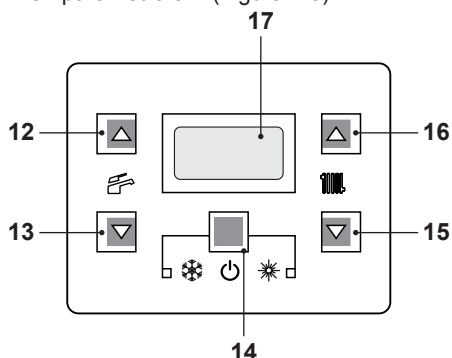
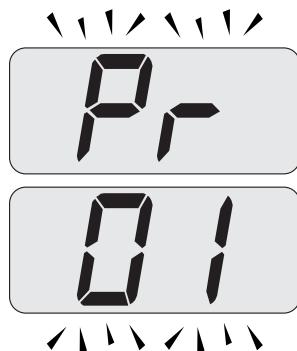
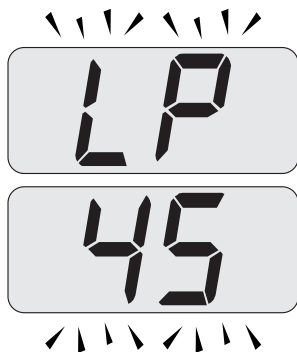

Figura 7.2
Figura 7.3
Figura 7.4
- Entrare in "modalità programmazione" premendo contemporaneamente per 10 secondi i tasti 14 - 15 - 16 (Figura 7.2) fino a far apparire sul display LCD le lettere **Pr** che si alternano con il codice **01**, indicanti l'entrata nel "parametro 01" (Figura 7.3).
- Premere contemporaneamente i tasti 15 e 16 (Figura 7.2) fino a far apparire sul display LCD le lettere **LP** che si alternano con il valore di temperatura dell'acqua di riscaldamento (es. **45**), indicanti l'entrata nell'attivazione della "funzione spazzacamino" alla potenza minima (Figura 7.4).
- Premere il tasto 16 (Figura 7.2) per entrare in modalità "spazzacamino alla potenza minima in riscaldamento". Sul display appare **hP** alternato alla temperatura dello scambiatore primario (Figura 7.5).
• Premere il tasto 15 (Figura 7.2) fino a far apparire sul display LCD le lettere **LP** che si alternano con il valore di temperatura dell'acqua di riscaldamento (es. **60**), indicanti l'entrata nell'attivazione della "funzione spazzacamino" alla potenza minima in sanitario (Figura 7.8).
- Spegnere la caldaia tenendo premuto per 2 secondi il tasto 14 (Figura 7.2) fino a far apparire sul display LCD il simbolo  (Figura 7.9).